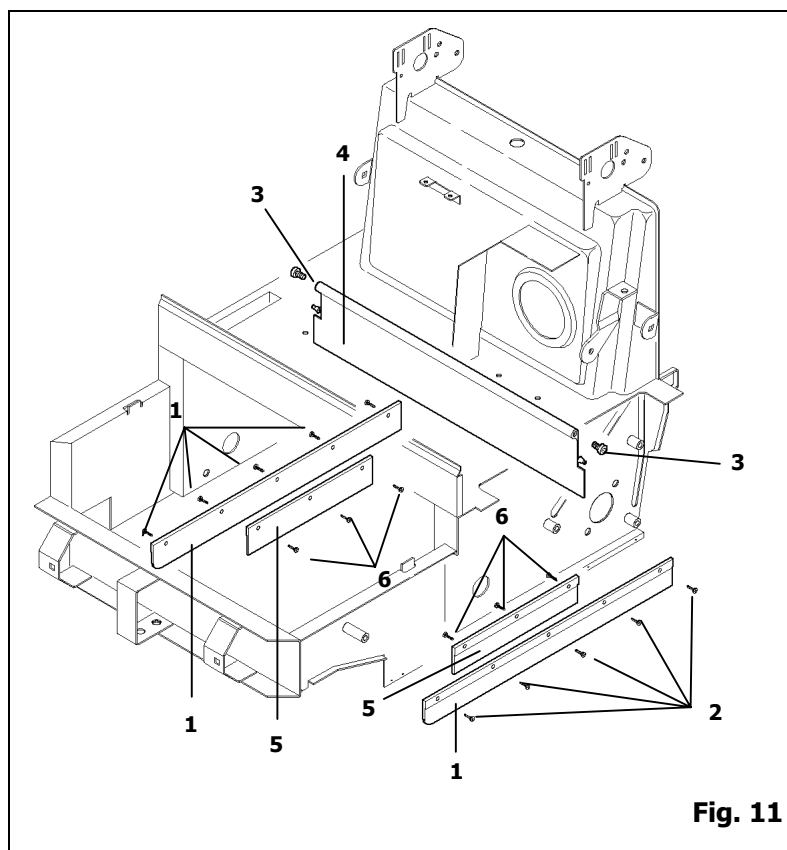

Fig. 11
Pour remplacer les flaps latéraux **pos. 1 Fig. 11** retirer les roues arrière et la capots latéraux. Dévisser les vis qui fixent les flaps au châssis **pos. 2 Fig. 11** et les remplacer par des flaps neufs.
Pour remplacer les flaps latéraux intérieurs **pos. 5 Fig. 11** soulever l'avant de la machine et dévisser les vis **pos. 6 Fig. 11** qui fixent les flaps au châssis. Les remplacer par des neufs.
- Dévisser les deux goupilles de fixation du flap **pos. 3 Fig. 11** placées de chaque côté du châssis.
- Saisir et tirer le flap **pos. 4 Fig. 11** vers l'extérieur.